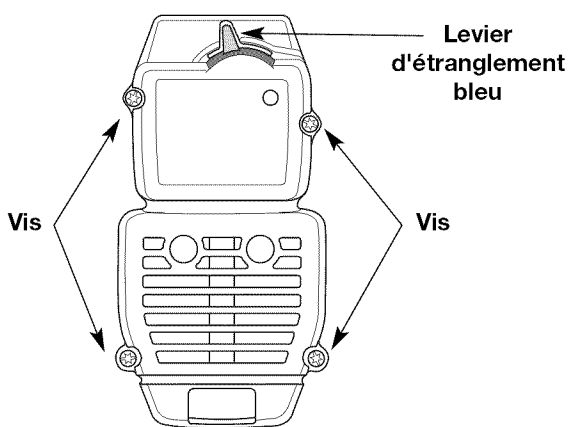

Fig. 36
2. Insérez les quatre (4) vis dans les trous du filtre à air/couvercle du silencieux (Fig. 36) et vissez sans trop serrer.